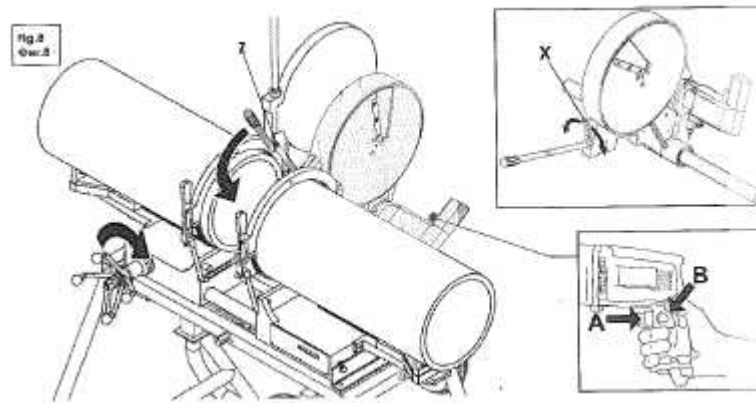

Fig. 8
- Apasati butonul A si blocati-l prin apasarea butonului B (fig. 8).